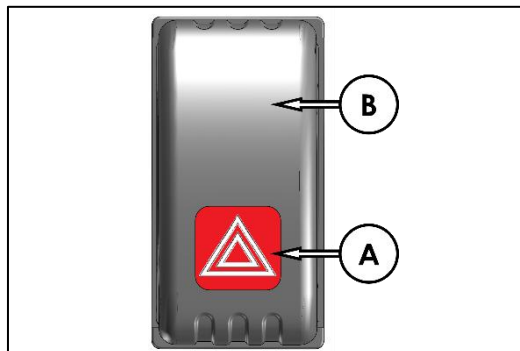

Fig. 130 – CLAXON SCHAKELAAR
Met deze schakelaar kunt u andere voertuigen waarschuwen wanneer er tijdens het rijden op de openbare weg een storing aan de tractor optreedt. Druk op deze schakelaar (A in Fig. 130) om de waarschuwingsknipperlichten aan te zetten (ON).
Druk op de schakelaar (B in Fig. 130) om de waarschuwingsknipperlichten uit te zetten (OFF). Richtingaanwijzers kunnen niet worden bediend wanneer deze schakelaar in de stand ON staat.